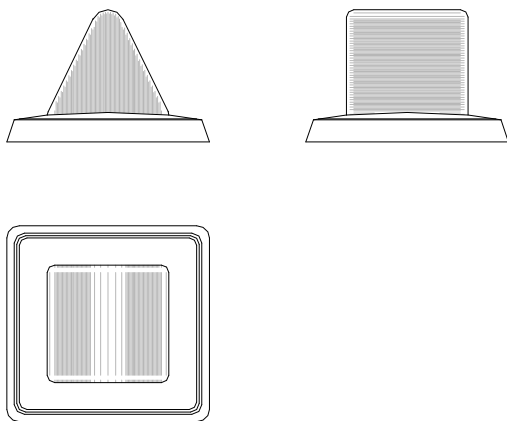

Рисунок 2-Лампа КЛ-7.1
5.1 Лампа КЛ-7.1 (рисунок 2) имеет призматический светорассеиватель, выполненный из белого (матового) полистирола.